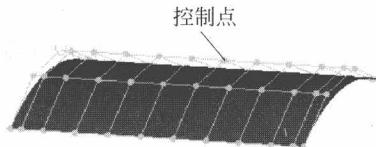

图 1.24
(1) ：显示/隐藏曲面的控制点(Toggle Control Point Visibility)。如图 1.24 所示。